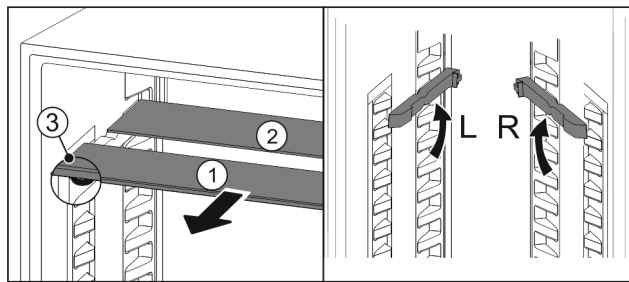

Fig. 62
- ▶ По одной извлеките Fig. 62 (1) стеклянные панели движением вперед.
- ▶ Стеклянная панель Fig. 62 (1) с декоративной планкой лежит спереди.
- ▶ Стопоры Fig. 62 (3) показывают вниз.